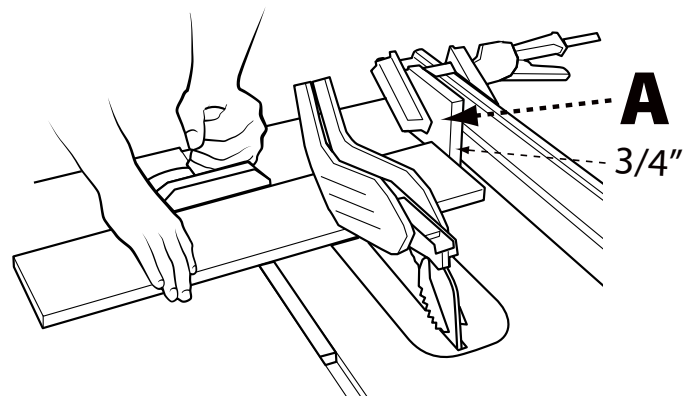

FIGURA 36
Al realizar cortes transversales en varias piezas a la misma longitud, puede sujetar un bloque de madera (A) (consulte la Figura 36) a la guía y usarlo como un calibre de corte. El bloque (A) debe medir al menos 3/4 de pulgada (19 mm) de grosor para evitar que la pieza que está cortando se atasque entre la hoja y la guía. Después de determinar la longitud del corte, enganche la guía y use la galga de inglete para empujar la pieza de trabajo hacia la hoja.